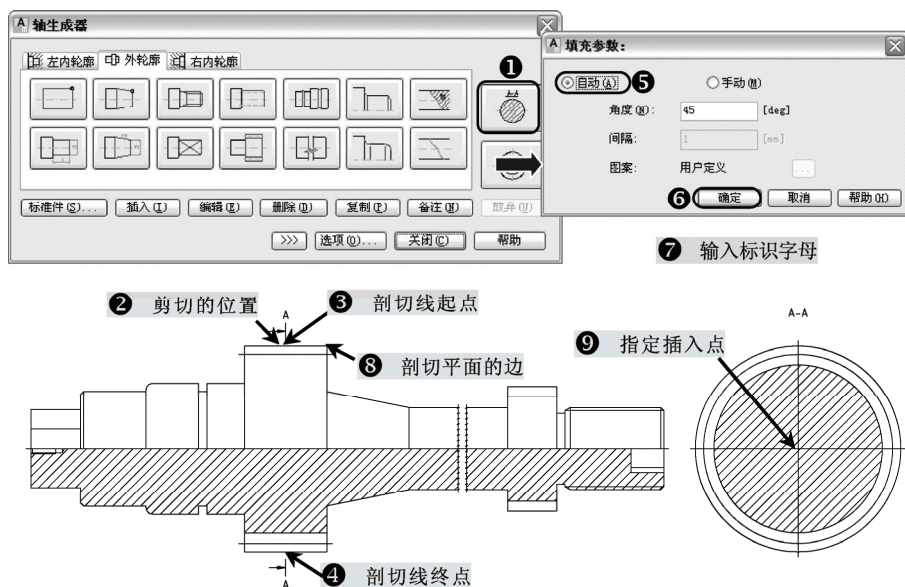

图 11-88 截面操作
18) 在上一步返回的“轴生成器”对话框中,在“外轮廓”选项卡中选择“截面”工具按钮,单击“齿轮(外)”要剪切的位置,指定剖切线起点,指定剖切线终点,弹出“填充参数:”对话框,选择“自动”选项,单击“确定”按钮,输入标识字母“A”,指定剖切平面的边,指定截面视图的插入点,返回到“轴生成器”对话框,如图 11-88 所示。